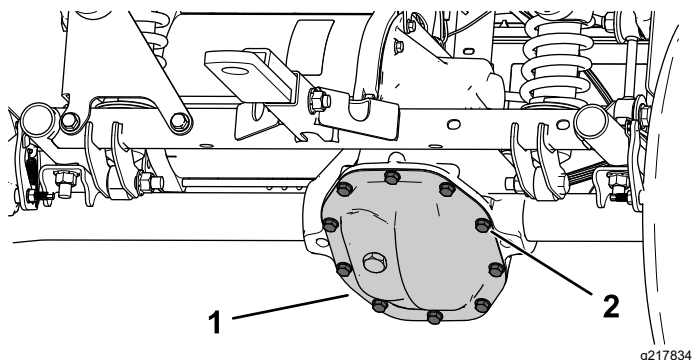

Figura 53
1. Amplasati o tavă de scurgere sub capacul cutiei de viteze (Figura 53).
2. Îndepărtați uruburile de pe capacul cutiei de viteze și scurgeți complet lichidul (Figura 53).